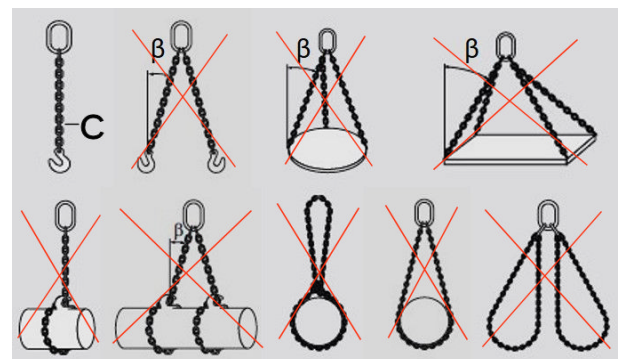

Рисунок 2: Способы подъема для двух цепных стропов
Необходимо отрегулировать цепные стропы для подъема грузов, как показано в Рисунок 2.
- ▶ Для цепных строп необходимо использовать только способ подъема (C), показанный на Рисунок 2. Не следует превышать максимально допустимый угол наклона 30°.